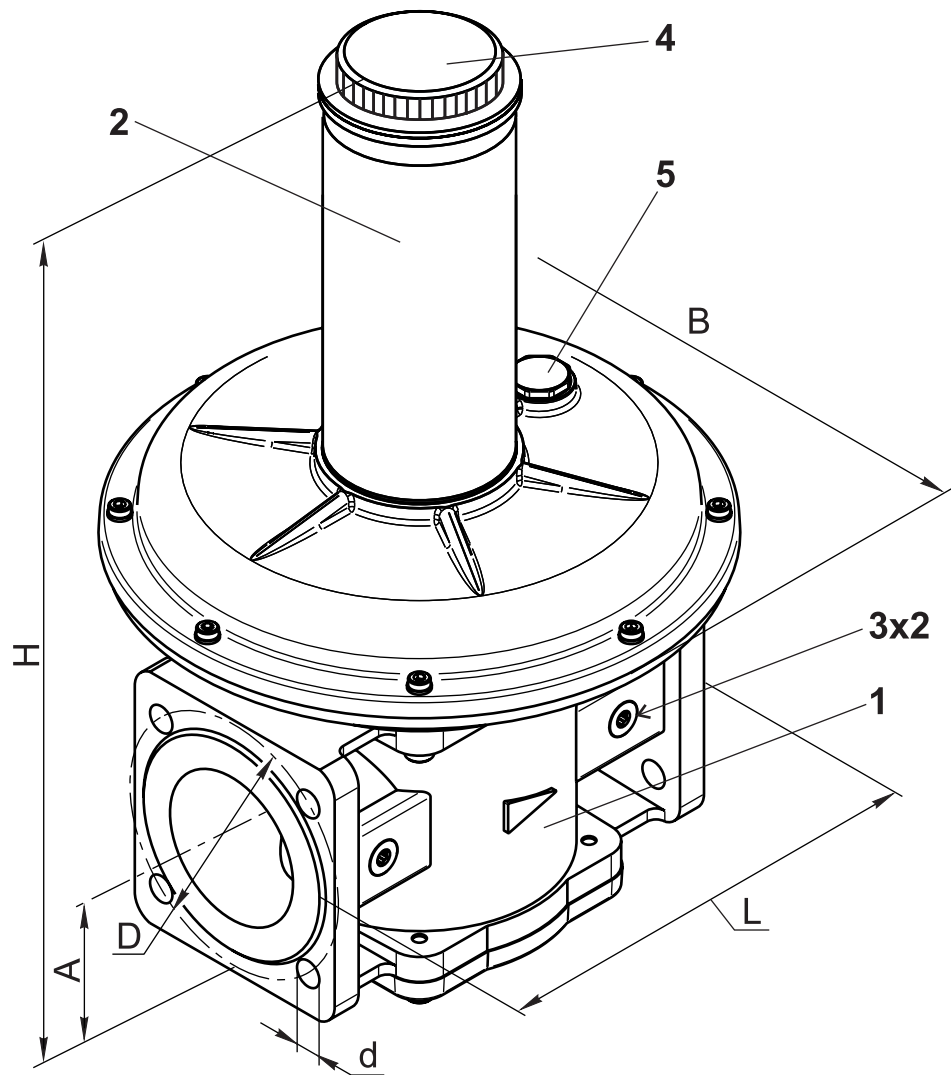

Рис. 1
2.1 Регулятор (см. рис. 1) состоит из следующих основных узлов и деталей: